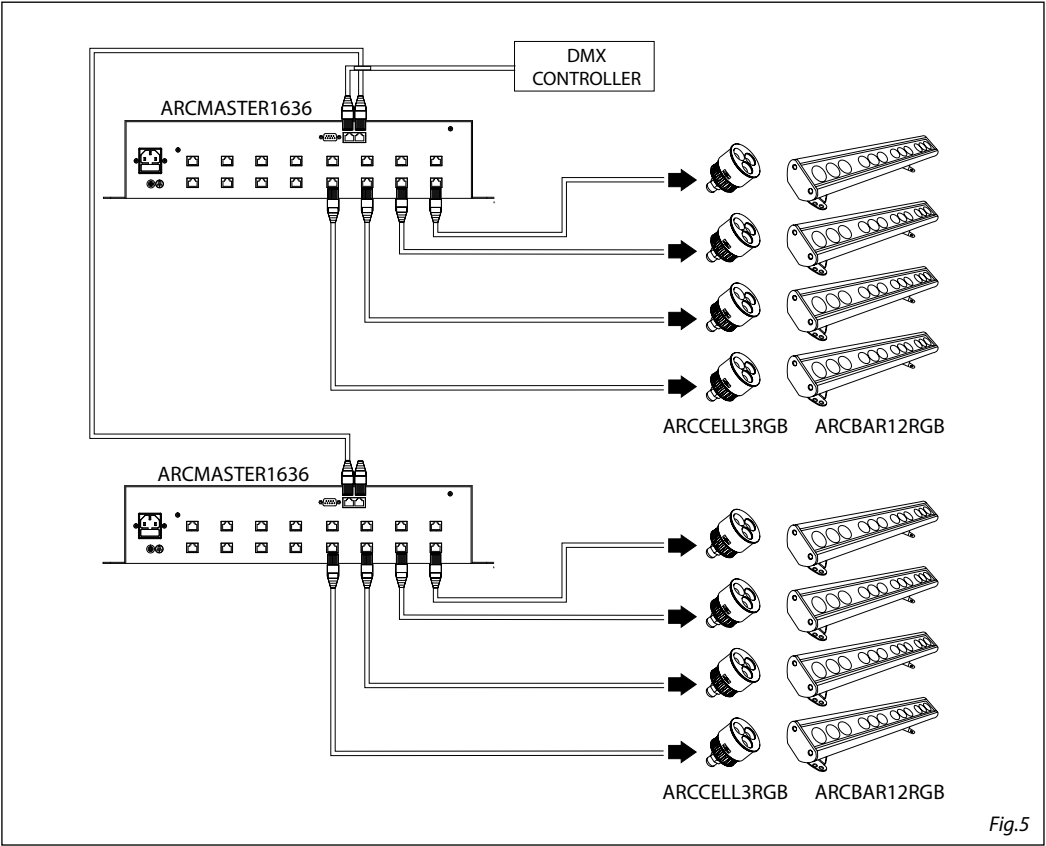

Fig.5
- Collegare l’uscita DMXOUT del secondo ARCMaster1636 con l’ingresso DMX IN dell’unità successiva finché tutte le unità sono collegate formando una catena (fig.5).